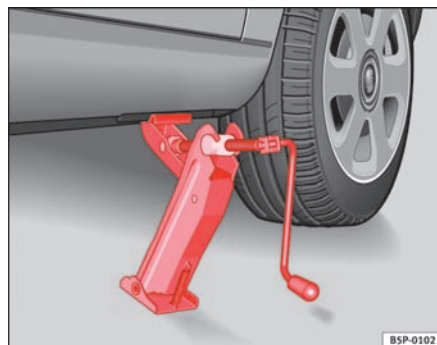

Fig. 150 Sådan sættes donkraften på.
- Stil donkraften således, at dens griber får fat i kanten på panelet, og den bevægelige bundplade står plant på jorden ⇒ fig. 150.